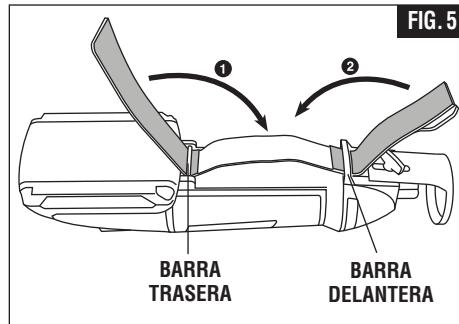

FIG. 5
Doble primero el extremo delantero (1) y luego doble el extremo con la llave de tuerca (2), de la manera que se muestra en la ilustración. Presione firmemente para asegurarse de que la correa quede sujetada firmemente. (Fig. 5).